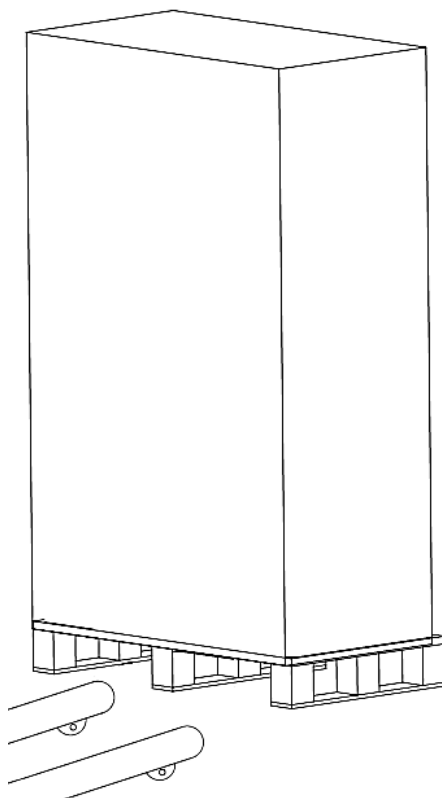

Рис.2-5 Перемещение к месту установки
2. Переместите ИБП к месту установки, используя погрузочную тележку (см. Рис.2-5).